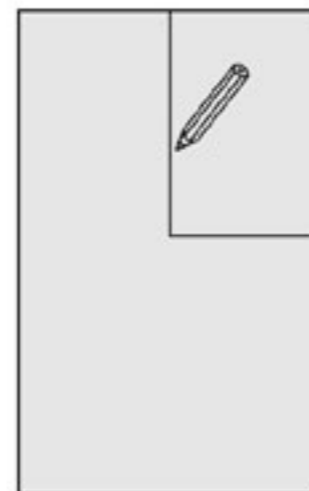
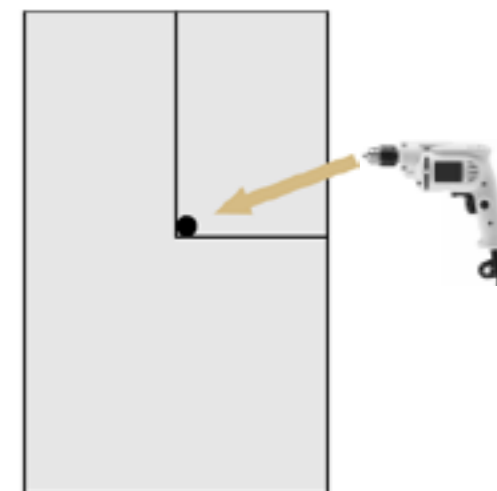

Figura 1
Figura 2
- Realizar a marcação do corte (figura 1) com caneta adequada e furar cada ângulo a ser formado com uma broca diamantada de 5mm (figura 2):